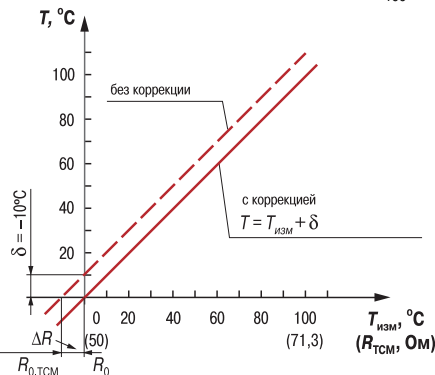

Рис. 5
3.2.5.2. Для компенсации погрешностей  $\Delta R = R_0 - R_{0,TCM}$ , вносимых сопротивлением подводящих проводов  $R_{TCM}$ , при использовании двухпроводной схемы подключения термопреобразователей сопротивления, к каждому измеренному значению параметра  $T_{изм}$  прибавляется заданное пользователем значение  $\delta$  («сдвиг характеристики датчика»). На рис. 5 приведен пример сдвига характеристики для датчика TCM50M,  $W_{100} = 1,426$ .